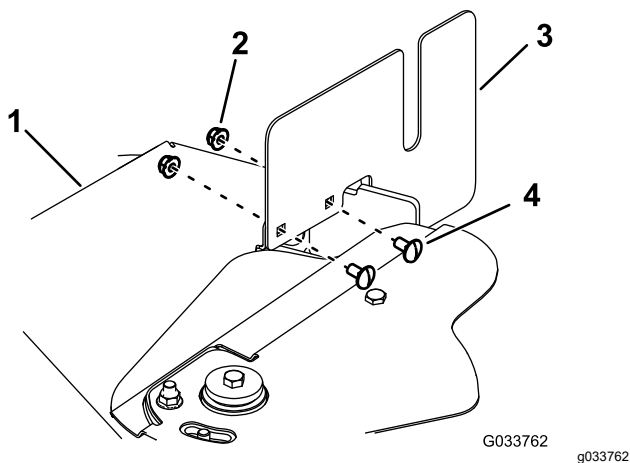

Bild 69
5. Entfernen Sie die vier Schlossschrauben und vier Muttern, mit denen die zwei Seitenabdeckungen an den Riemenabdeckungen befestigt sind (Bild 69).
12. Befestigen Sie die zwei Seitenabdeckungen mit den vier Schlossschrauben und vier Muttern an den Riemenabdeckungen (Bild 69).